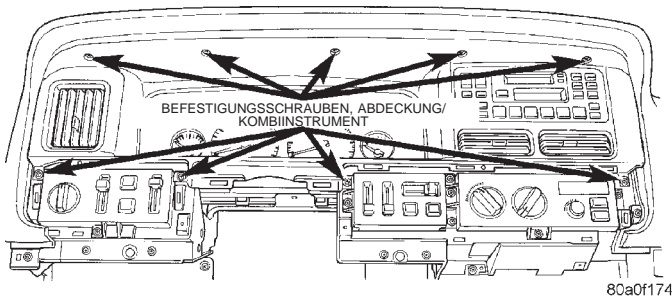

Abb. 5 Abdeckung des Kombiinstruments aus- und einbauen
(1) Batterie-Minuskabel abklemmen und elektrisch isolieren.
(2) Beide Schaltergruppenblenden wie in diesem Kapitel beschrieben von der Instrumententafel abbauen.
(3) Die zehn Schrauben lösen, mit denen die Abdeckung des Kombiinstruments an der Instrumententafel befestigt ist (Abb. 5).
(4) Abdeckung des Kombiinstruments nach hinten ziehen, zur Außenseite der Lenksäule schieben und abnehmen.
(5) Der Einbau erfolgt in umgekehrter Reihenfolge wie der Ausbau. Befestigungsschrauben mit 2,2 N·m (20 in. lbs.) festziehen.